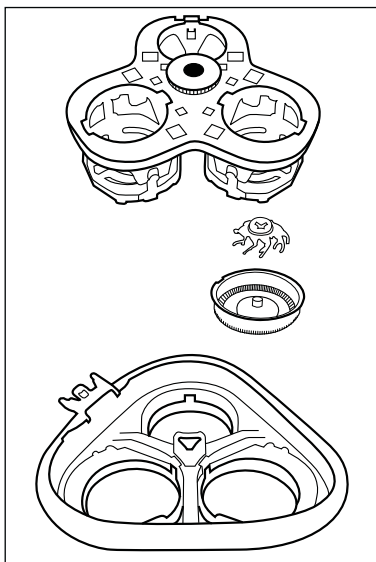

Figura 1
- 3) Carregue a coroa dentada um pouco para baixo e rode-a cuidadosamente, no sentido contrário aos ponteiros do relógios, até que o suporte das cabeças de corte possa ser levantado (ver figura 1).
5) Monte novamente a unidade de corte **2** . Observe a a figura 1 como ajuda: